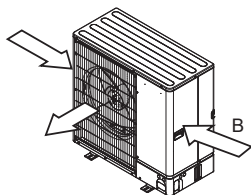

Fig. 2-5
- (3) Poziționați unitatea astfel încât gura de evacuare a aerului să sufle perpendicular pe direcția vântului. (Fig. 2-5)